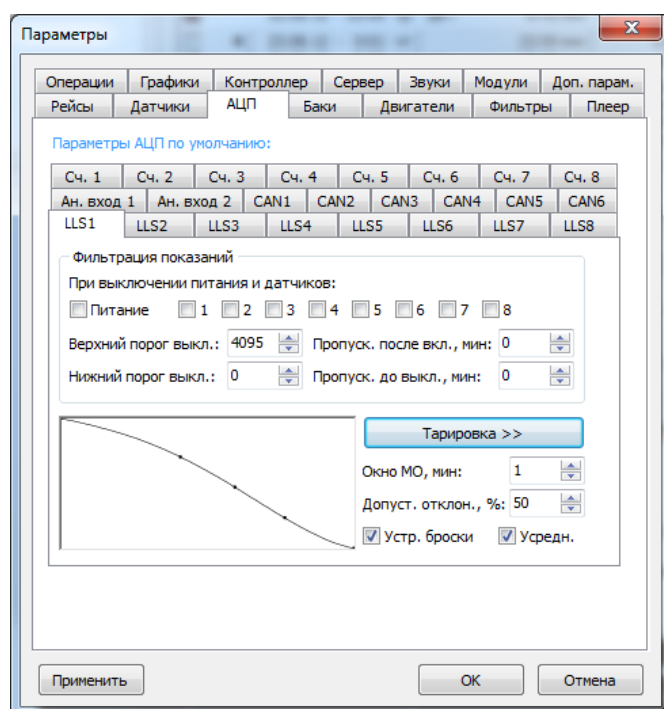

Рис.62 – Настройка параметров АЦП.
3.1. Откройте тарифовочную таблицу (рис.62, кнопка **Тарифовка**).